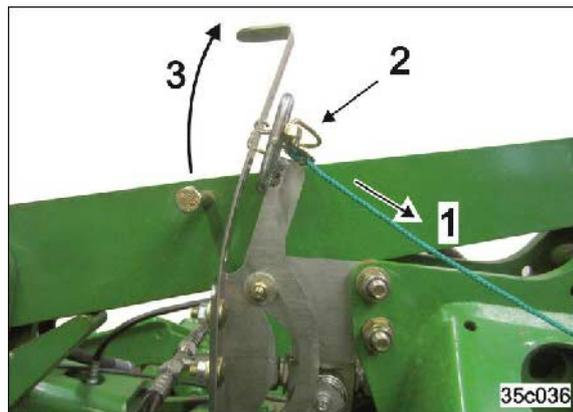

图 134
1. 操作白色牵引绳并将绳套拉过滑环（图 134/1）。
2. 将绳套通过一个弹簧插销固定（图 134/2）。
3. 将操作挂钩固定在前部位置并且不会接触到调整螺丝（图 134/3）。